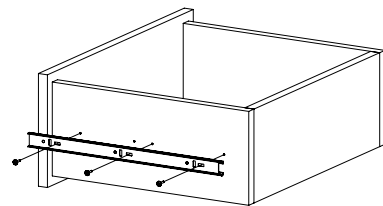

Рис.10
9. Закрепите внутренние планки направляющих на деталях 6 и 7 шурупами 3,5х16 (Рис. 10). При необходимости регулировки ящика выкрутите шурупы из круглых отверстий и перекрутите в овальные (продольные и вертикальные регулировочные отверстия). Не затягивая до конца шурупы, сместите ответную планку вверх-вниз. Затяните шурупы до конца.